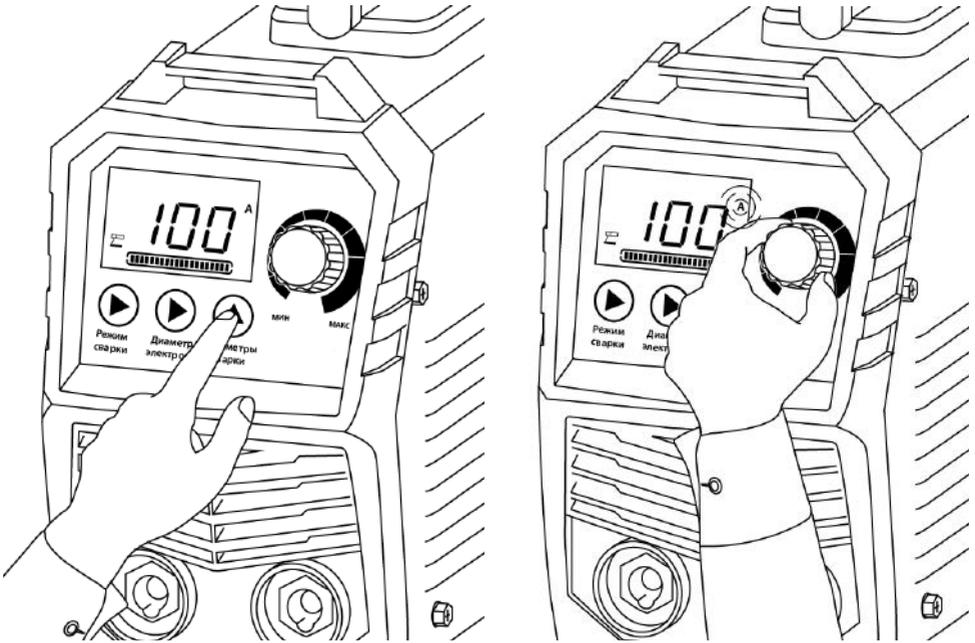

Рис. 9.2.3. Установка силы тока.
2. Для установки силы тока нажмите на кнопку параметров сварки (см. рис. 9.2.3). Индикатор силы тока будет мигать. Установите необходимое значение с помощью регулятора (см. табл. 10.6.1).